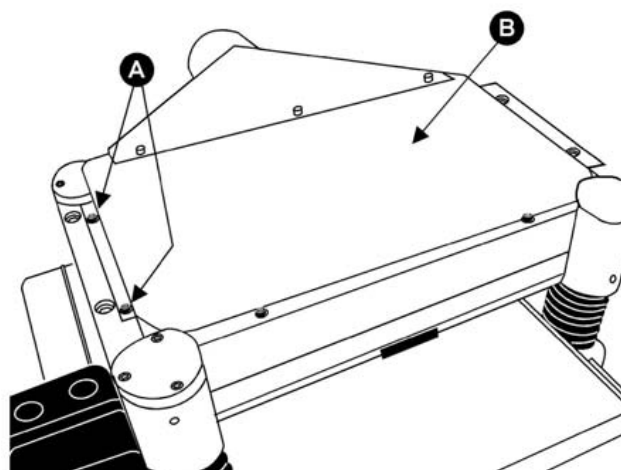

Рис. 20. Для наглядности узел двигателя снят.
### Настройка ножей (см. рис. 20)
2. Открутите четыре винта (А, Рис.20) с верхней крышки (В, Рис. 20) и три винта со дна вытяжного патрубков. Снимите крышку и вытяжной патрубков.